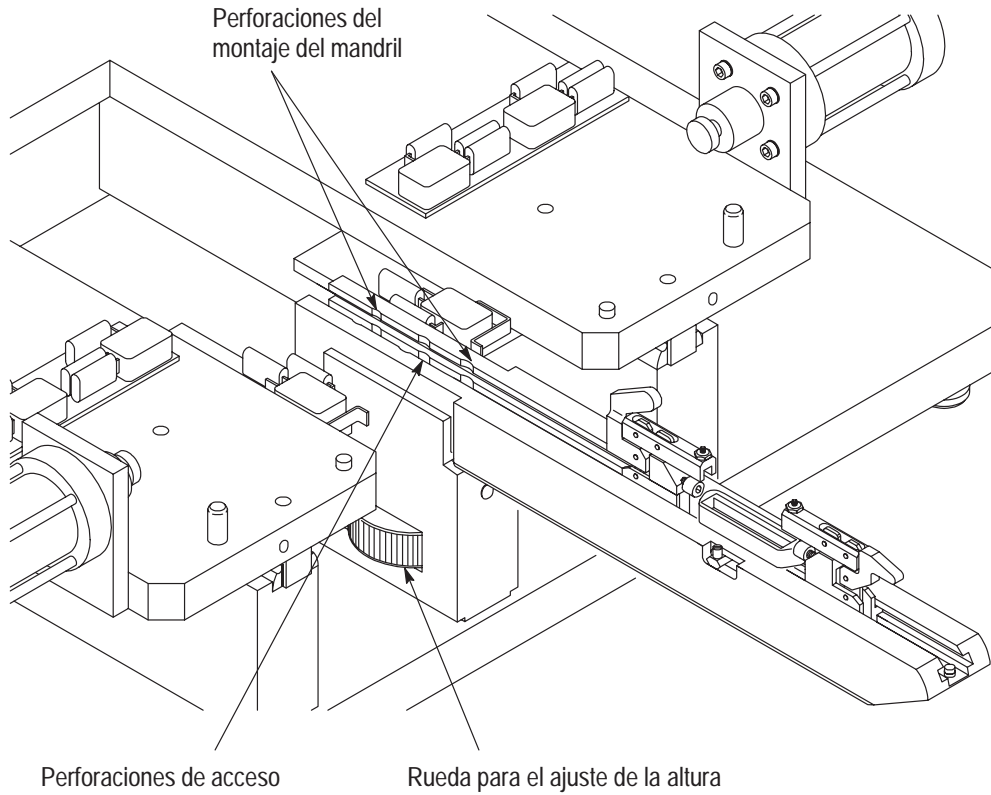

Figura 8
### 3.5. Ajuste de la Altura del Mandril (Figura 8)
1. Utilizando una llave hexagonal de 5/32-pulg. , afloje el tornillo de seguridad que se encuentra sobre el área de montaje del mandril. Se puede llegar al tornillo de seguridad por medio de una perforación que se encuentra en el mandril, como se muestra en la Figura 8.